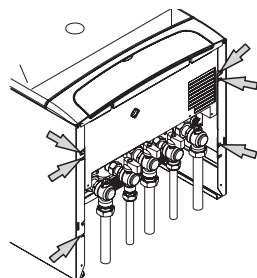

Fig. 5.23
• Svitare le sei viti indicate in Fig. 5.23.